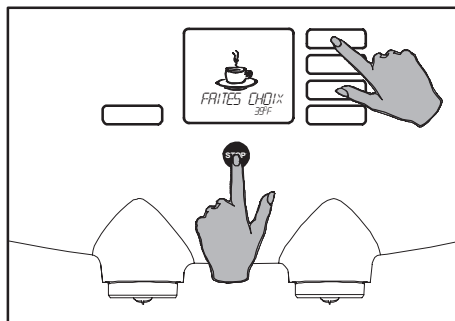

Fig. 68 Accès au menu opérateur
1. Activez le menu opérateur (fig. 68), voir également le paragraphe Accès au menu opérateur (fig. 27).